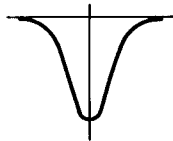
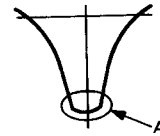

Abb. 11
Abb. 12
Hinweis 1: Bei schwachem Ausgangssignal des Wobbelgenerators sicherstellen, daß der Signalpegel Höchstwert annimmt und der Signalverlauf symmetrisch ist (siehe Abb. 11). Den Pegel des Wobbelgenerators anheben und sicherstellen, daß der Frequenzgang an Punkt (A) möglichst linear verläuft (siehe Abb. 12).